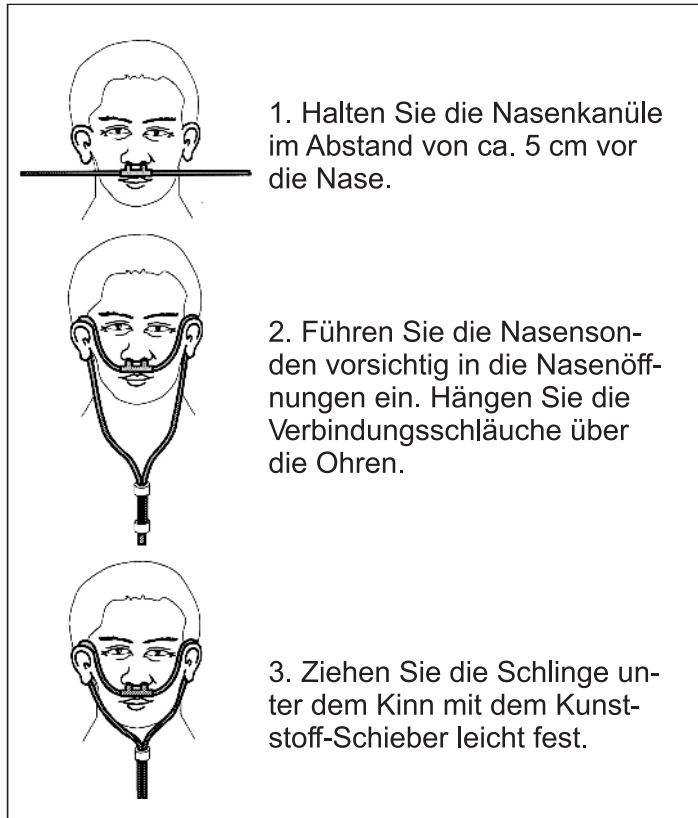

Bild 8: Aufsetzen der Nasenkanüle
3. Schalten Sie das Steuerteil OXYJET mit der Taste (1) ein. Durch mehrmaliges Drücken der Tasten (1) oder (4) können Sie das vom Display angezeigte Programm ändern.
4. Setzen Sie die Nasenkanüle wie in Bild 8 gezeigt auf.